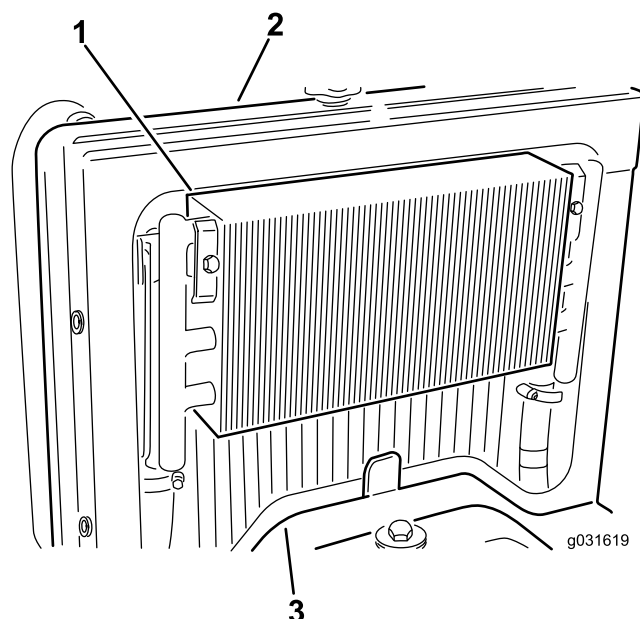

Рисунок 58
3. Снимите панель доступа (Рисунок 58).